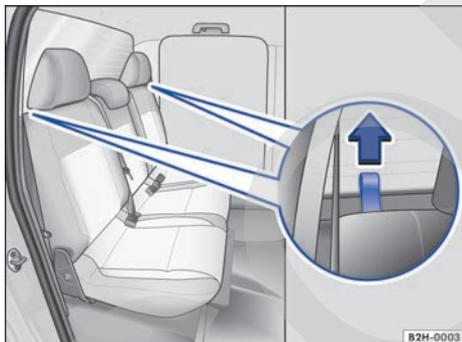

Fig. 39 Asiento trasero: lazo para desbloquear el respaldo.
- Tire simultáneamente de las cintas ⇒ fig. 39 situadas a ambos lados del respaldo en el sentido de la flecha y, al mismo tiempo, abata el respaldo hacia delante.